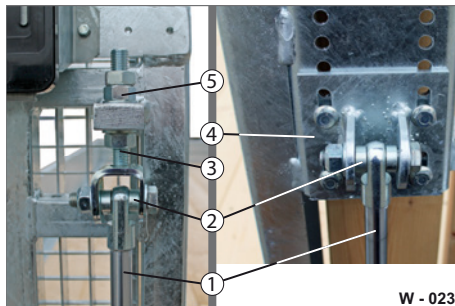

Abb. 25 Gasdruckfeder nachjustieren
- ▶ Lösen Sie die Kontermuttern (Abb. 25/5) / Befestigungskonsole (Abb. 25/4).
- ▶ Drehen Sie die Einstellschraube (Abb. 25/3) entsprechend bzw. verstellen Sie die Befestigungskonsole.